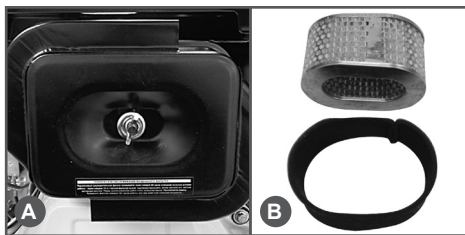

Рис. 13 Воздушный фильтр
1. Открутите барашковую гайку и снимите крышку воздушного фильтра (Рис.13А).
Воздушный фильтр состоит из двух фильтрующих элементов (Рис.13В):